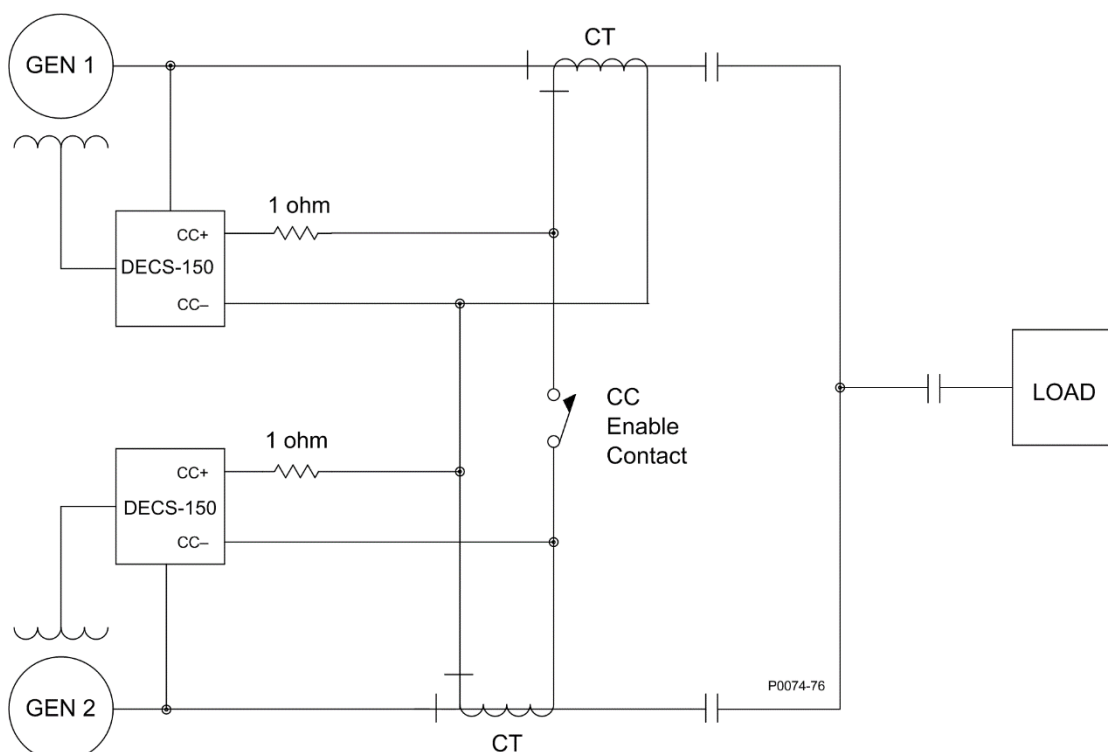

Figura 4-3. Conexiones para la compensación de corriente cruzada
El modo de compensación de corriente cruzada (diferencial reactiva) permite que dos o más generadores conectados en paralelo compartan una carga reactiva común. Tal como se muestra en la Figura 4-3, cada generador es controlado por un DECS-150 que utiliza la entrada de compensación de corriente cruzada de DECS-150 (bornes CC+ y CC-) y un transformador de corriente (TC) externo dedicado para detectar la corriente del generador. Las resistencias que se muestran en la Figura 4-3 se utilizan para definir la carga y pueden ajustarse según la aplicación. Asegúrese de que el régimen de potencia de las resistencias sea adecuado para la aplicación.